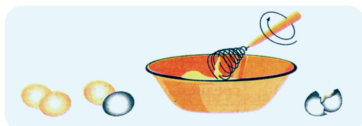

Рис. 5. Последовательность приготовления омлета
1. Тщательно размешайте в миске муку, молоко, соль и яйца (рис. 5).